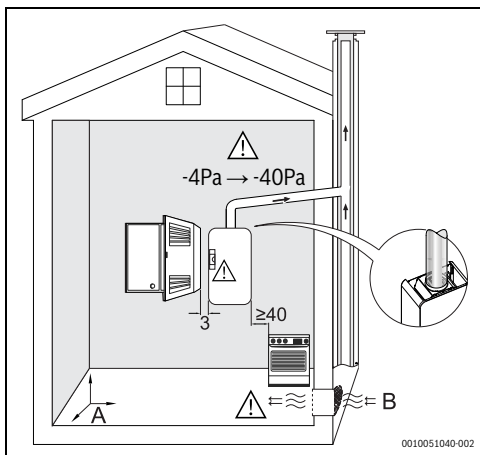

Fig. 10 Requisitos mínimos
- ▶ Respeitar as medidas mínimas de instalação indicadas na Fig. 10.
- ▶ Assegurar o bom acesso nos trabalhos de manutenção, respeitando os requisitos mínimos indicados na Fig. 10.